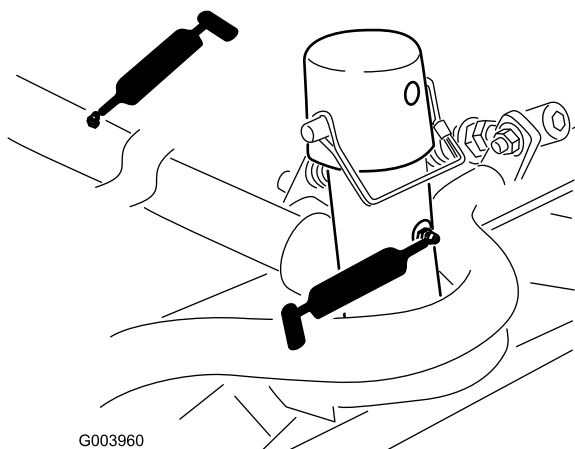

Figura 48
- Bastidor de tiro y pivote de la unidad de corte (2 en cada) (Figura 48).